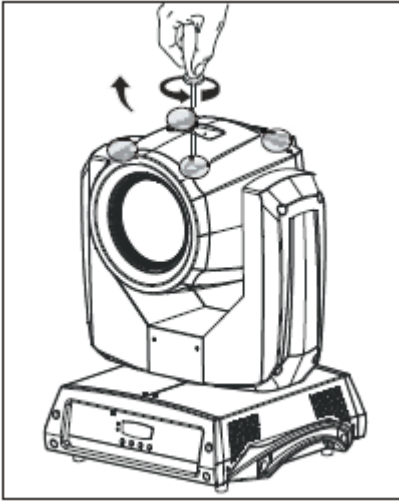

Figura 1
1. Smontare i coperchi della testa dell'apparecchiatura utilizzando un cacciavite (Figura 1).